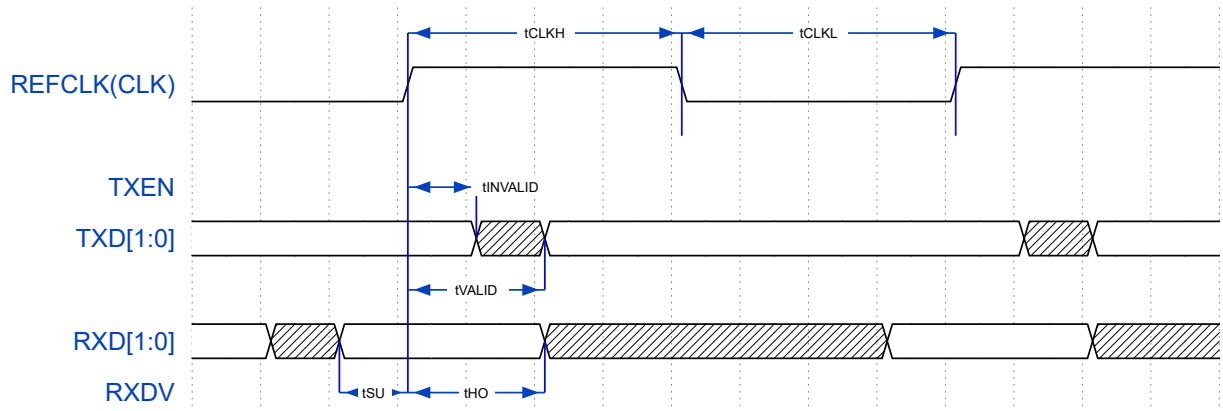

图 20: RMII 接口时序
4.17.1.1 RMII 接口 RMII 接口对应时序如图 20。